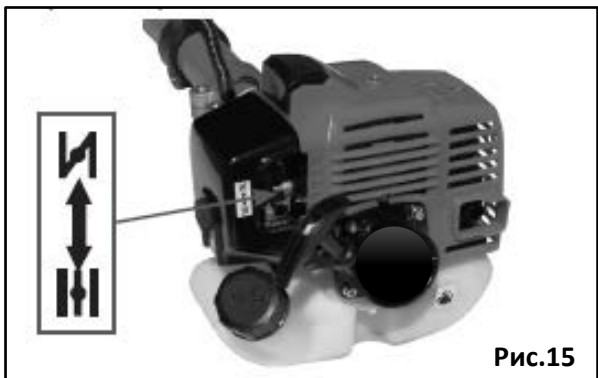

Рис.15
- Закройте воздушную заслонку карбюратора. Для этого установите рычаг управления воздушной заслонкой в верхнее положение (**ЗАКРЫТО**) (Рис. 15).